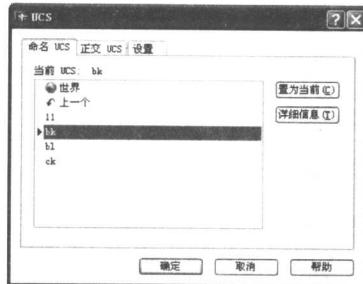

图 1-14
(7) 打开保存好的坐标系。单击菜单栏中的“工具”按钮，在其下拉菜单中选择“命名 UCS”命令，在弹出的“UCS”对话框中已经显示出刚才保存好的新建坐标系名称，如图 1-14 所示，说明该坐标系已经保存在系统中。